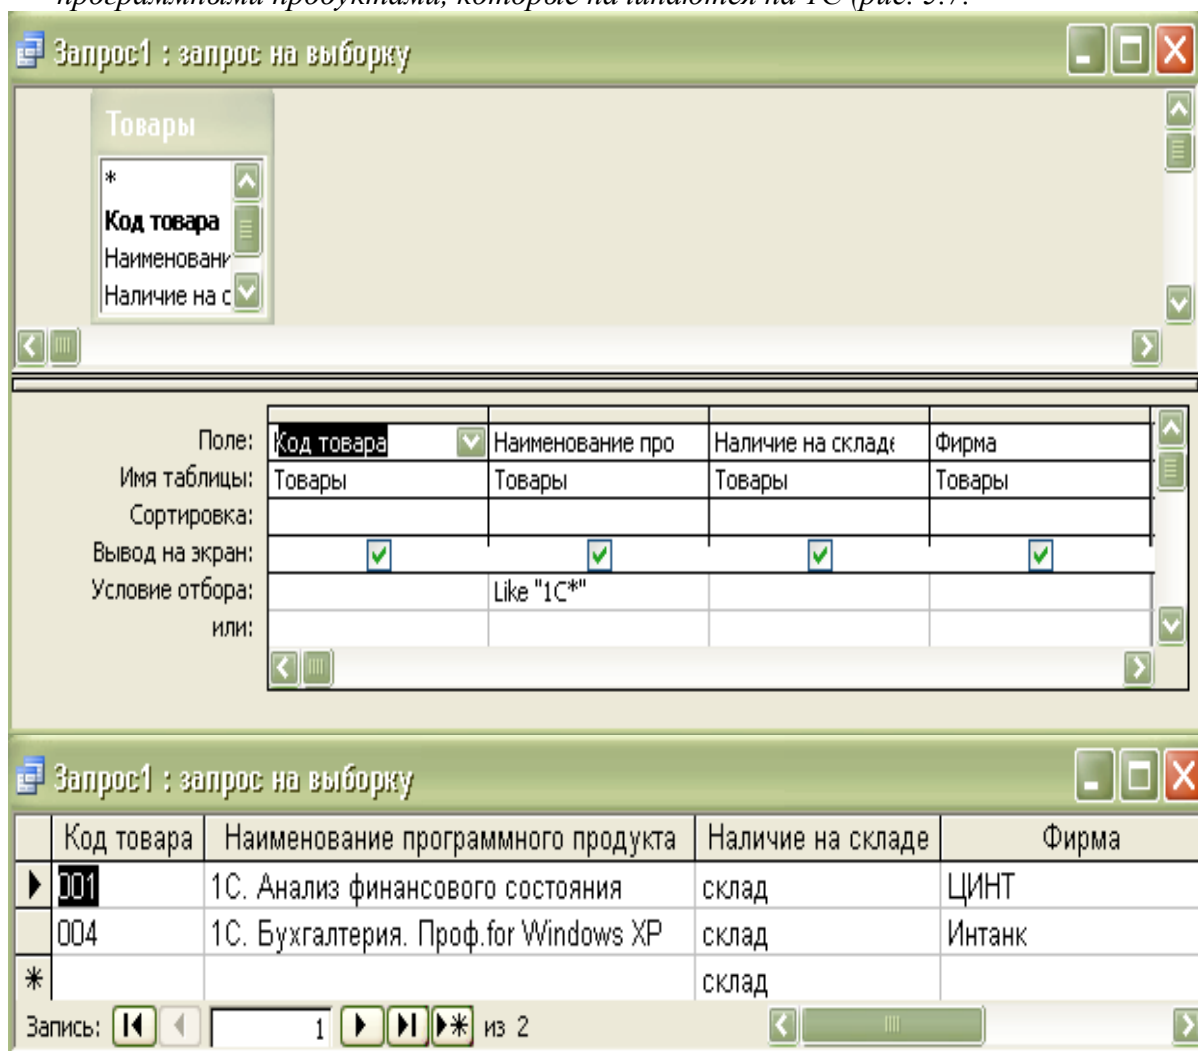

Рис. 5.7. Запрос 1 в режиме конструктора и в режиме таблицы
- Запустите запрос на выполнение. В таблице будут видны только две строки с программными продуктами, которые начинаются на 1С (рис. 5.7).